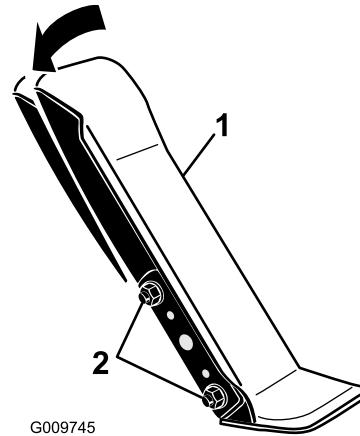

Bild 80
1. Lösen Sie die zwei Muttern und Schrauben, mit denen die linke Seite des Fahrpedals an der Halterung befestigt ist (Bild 80).
2. Drehen Sie das Pedal auf den gewünschten Winkel und ziehen Sie die Muttern an (Bild 80).